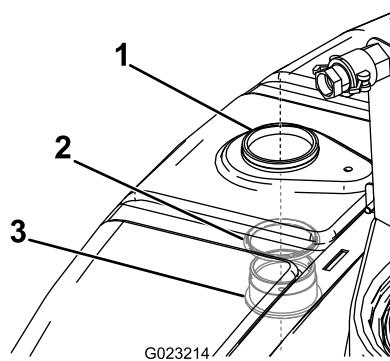

Рисунок 14
- Установите переходной штуцер и уплотнительное кольцо вверх изнутри бака через ранее просверленное отверстие (Рисунок 14).